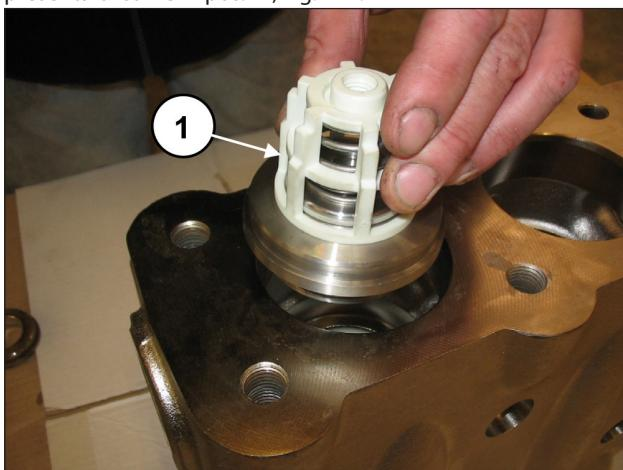
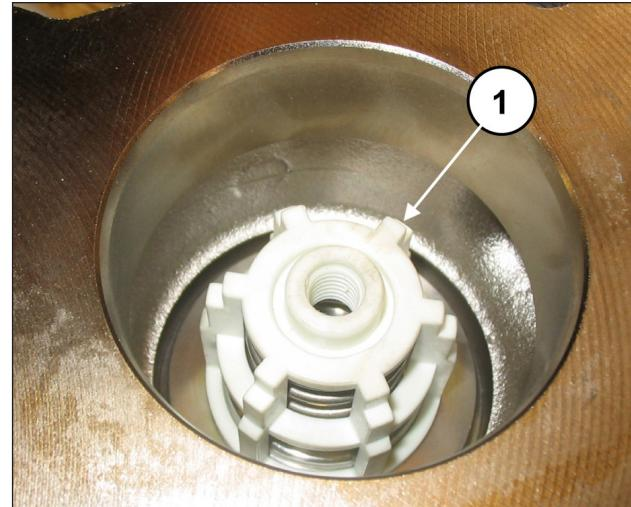

Fig. 120
Fig. 121
Inserire il gruppo valvola di mandata (pos. ①, Fig. 120). Il gruppo valvola deve essere inserito completamente a fondo e presentarsi come in pos. ①, Fig. 121.